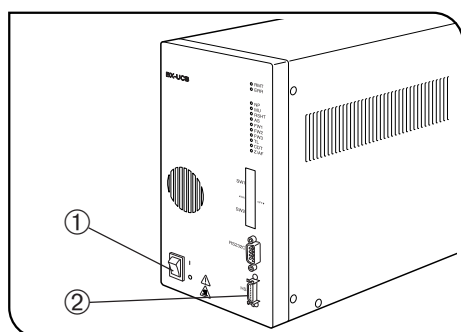

Fig. 4
- ▲ Vérifier que le commutateur principal ① du boîtier de contrôle est sur " O " (OFF) avant de brancher le câble du clavier de commande (et autres modules) et le cordon d'alimentation. (Fig.4)
1 Branchement du câble du clavier de commande (Fig. 4)